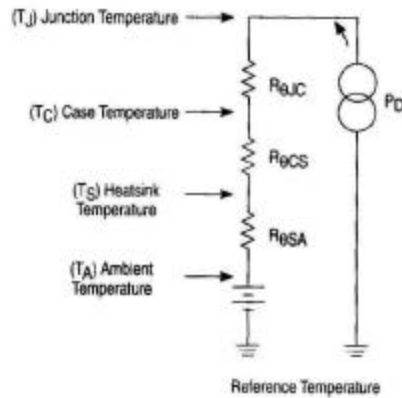

Fig. 5
Existe una analogía entre la expresión 2 y la Ley de Ohm (Ver Fig. 5), que es frecuentemente utilizada para modelar flujo de calor. Notar que ΔT corresponde a la caída de tensión (V) sobre la resistencia térmica R_{θ} (R) y la potencia disipada a la corriente (I).